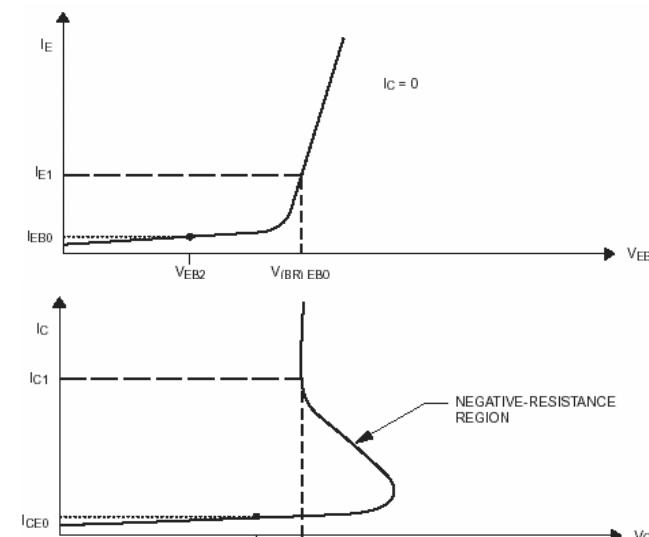

Figura 52. Colector-emisor.
2.- Se crea la típica región de resistencia negativa, como se ilustra en la figura 52.